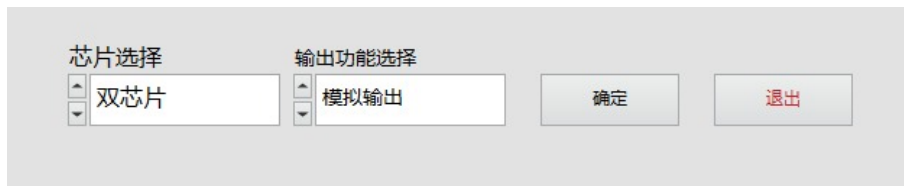

图 4.1.1 编程界面选择
- 单击图 4.1.1 中 ‘双芯片’ 及 ‘模拟输出’ 等字样，在下拉菜单中选择 ‘单芯片’ 或者 ‘双芯片’ 选项，并选择确定好对应的输出模式后，单击 “确定” 按钮即可进入对应的编程界面。